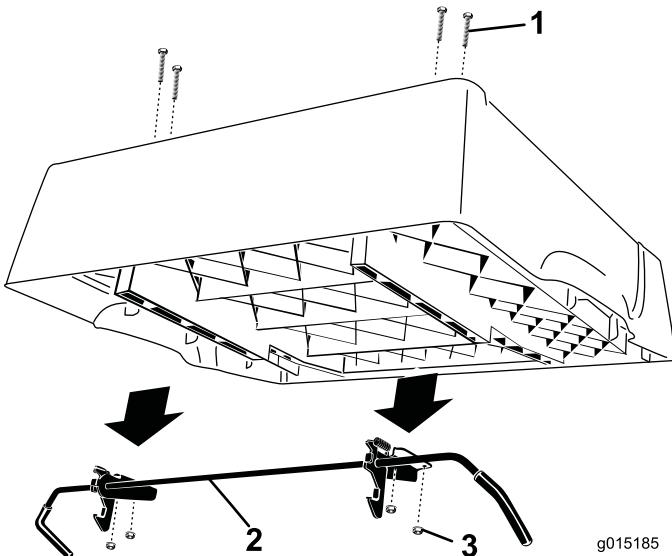

Bild 2
4. Entfernen Sie die vier Bundmuttern, mit denen die Riegelstangenhalterungen an der Unterseite der Pritsche befestigt sind (Bild 2). Entfernen und bewahren Sie die Stange und Riegel auf. Lassen Sie die Schlossschrauben in den Löchern und befestigen Sie sie mit den Bundmuttern an der Pritsche.